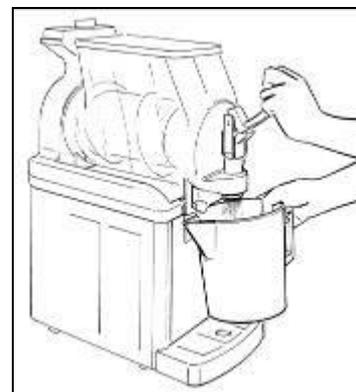

Fig. 4
- **V**idez le bac et répéter les mêmes procédures jusqu'à ce soit que l'eau qui sorte soit limpide (fig.4).